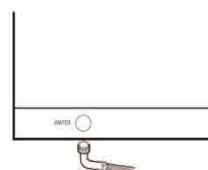

Abb. 6
- 2- Verbinden Sie das Elektroventil für die Wasserzufuhr mit dem Wasserversorgungshahn mithilfe des mitgelieferten biegsamen Rohrs. (Abb. 6)